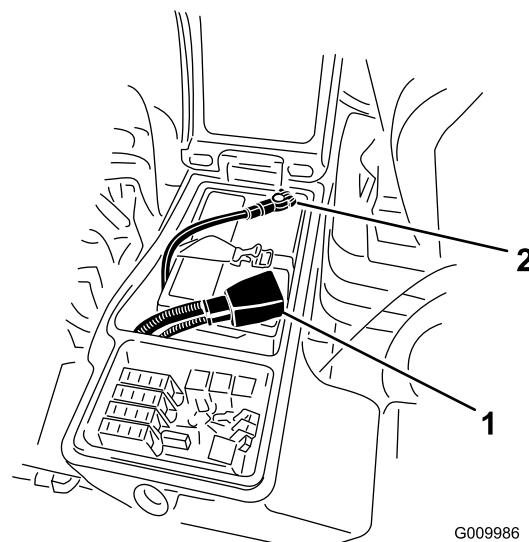

Figura 75
- Retire el cable negativo (negro) del terminal negativo (-) y el cable positivo (rojo) del terminal positivo (+) de la batería (Figura 75).
6. Conecte el cable positivo (rojo) al borne positivo (+) y el cable negativo (negro) al borne negativo (-) de la batería (Figura 75).